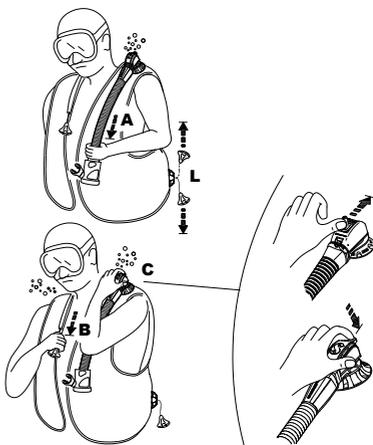

Fig. 7
- a) Tire suavemente del conjunto del latiguillo (Fig. 7-A).
- b) Pulse el botón que sobresale de la cubierta de la válvula (Fig. 7-C) (patentado): este sistema también puede ser útil para liberar el aire de otro buceador que tenga problemas (pánico, buceador principiante, pérdida de conocimiento, etc.).
- La válvula dual de vaciado manual SCUBAPRO® (patentada) tiene un botón de seguridad que libera aire al pulsarlo (Fig. 7-C) en caso de que el sistema de vaciado manual no funcione (cable o clavija rota, etc.) o mientras se respira de un Air 2.
Válvula del hombro (Fig. 7-B)
La válvula ubicada en el hombro derecho, si está presente, se activa tirando suavemente de la perilla conectada mediante un cordón a la propia válvula (Fig. 7-B). Para utilizarla como válvula de vaciado, debe colocar la válvula en una posición más alta que la burbuja de aire del chaleco hidrostático. Accione la válvula de vaciado hasta alcanzar la cantidad de flotabilidad deseada. Deje de tirar/pulsar para cerrar la válvula (Fig. 7-B).
Válvula de vaciado inferior (Fig. 7-L)
Los dispositivos de desinflado con la máxima salida de gas son la válvula del hombro (Fig. 7-B) y la válvula inferior (Fig. 7-L).